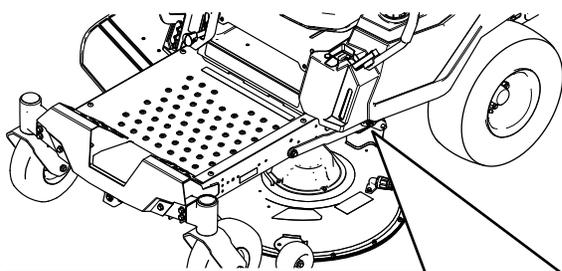

**Figure 66**
4. Placez 2 cales de 6,6 cm d'épaisseur chacune sous chaque côté du bord avant du plateau de coupe, mais pas sous les supports des galets anti-scalp (Figure 66).
5. Placez deux cales de 7,3 cm d'épaisseur chacune sous le bord arrière de la jupe du plateau de coupe, une de chaque côté (Figure 66).